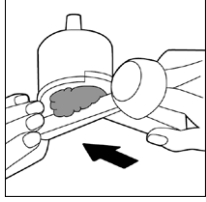

Figura 20
- No llene en exceso el filtro con café molido (Figura 20), ya que esto causaría un cierre indebido del portafiltro, lo que podría resultar en fugas y daños en el sellado.